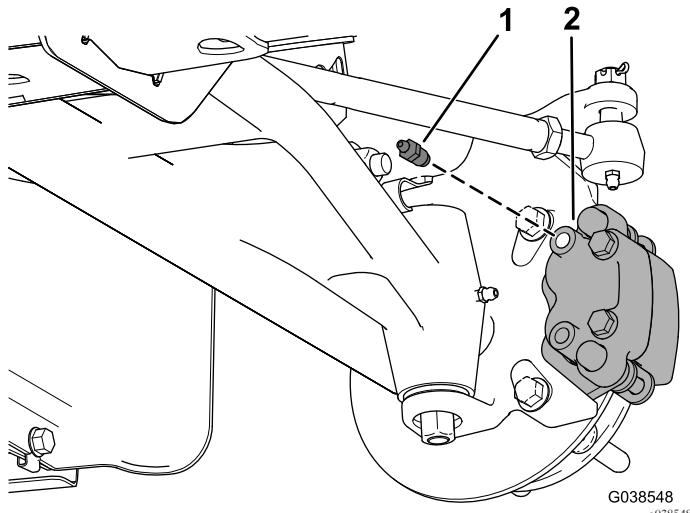

Figura 10
11. Instale el tornillo de purga en el orificio superior del conjunto de pinza de freno (Figura 10).